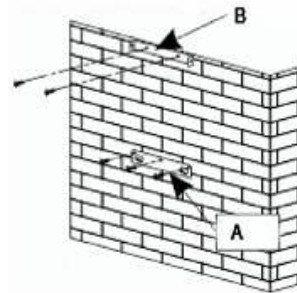

Abb. 3
– Zeichnen Sie auf die Mauer die 3 Bohrlöcher auf, die Sie benötigen und benutzen Sie dafür die mitgelieferten Halter der Dunstabzugshaube und beachten Sie dabei den empfohlenen Abstand (Abb. 3).
– Schrauben Sie den Halter für die Befestigung der Dunstabzugshaube fest und garantieren Sie, dass er vollständig im Wasser ist (Abb. 3).
- Berechnen Sie die Endhöhe für den U-Halter der Rohrabdeckung (Abb. 3)
- Bohren Sie die beiden Löcher mit 8 mm und schrauben Sie den Halteflansch der Rohrabdeckung an und achten Sie dabei, dass die Achse zur Dunstabzugshaube korrekt ist (Abb.3)
- Berechnen Sie die Endhöhe für den Halter der Rohrabdeckung. (Abb. 3)
- Bohren Sie die beiden Löcher mit 8 mm und schrauben Sie den Halteflansch des Rohrhalters an und achten Sie dabei, dass die Achse zur Dunstabzugshaube korrekt ist. (Abb. 3)